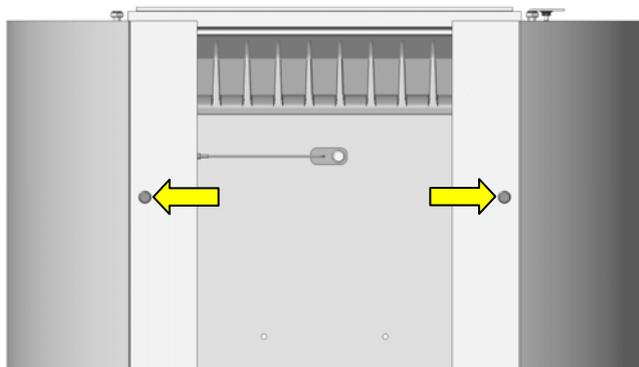

Fig. 28 : desserrer les vis supérieures
5. Dévisser les deux vis supérieures de la façade (Fig. 28).